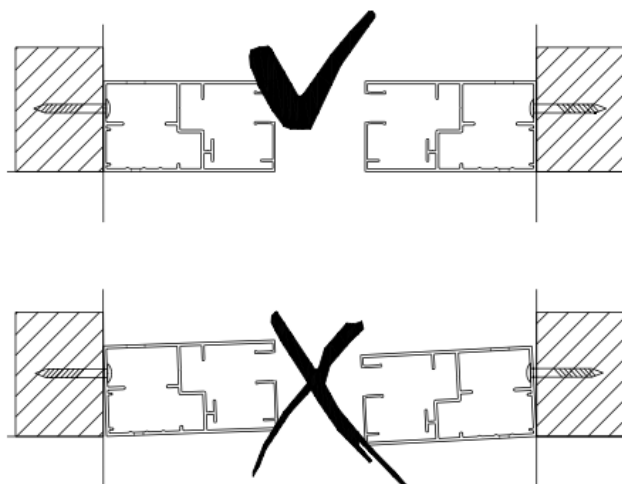

Fig.09
- Contrôler le parallélisme des guides afin d'éviter un dysfonctionnement (Fig.09)